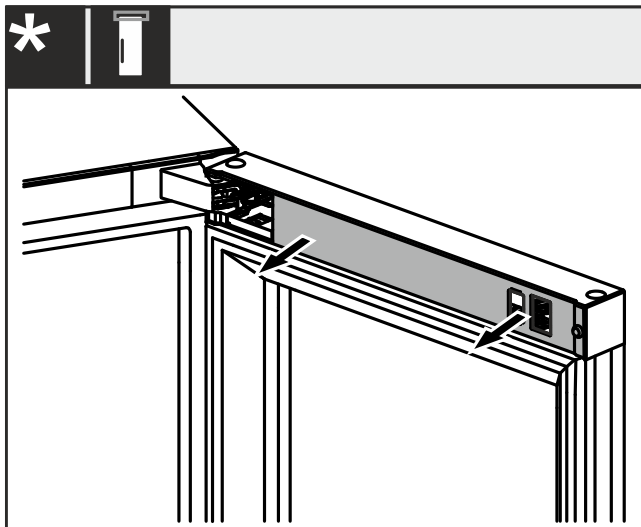

図8
■ 図8 で取り外した上部カバーを弓形に曲げ、ドアマグネット ① を固定クリップから取り外します。
■ 取り外したドアをマグネットを逆側の固定クリップ ② に取り付けます。